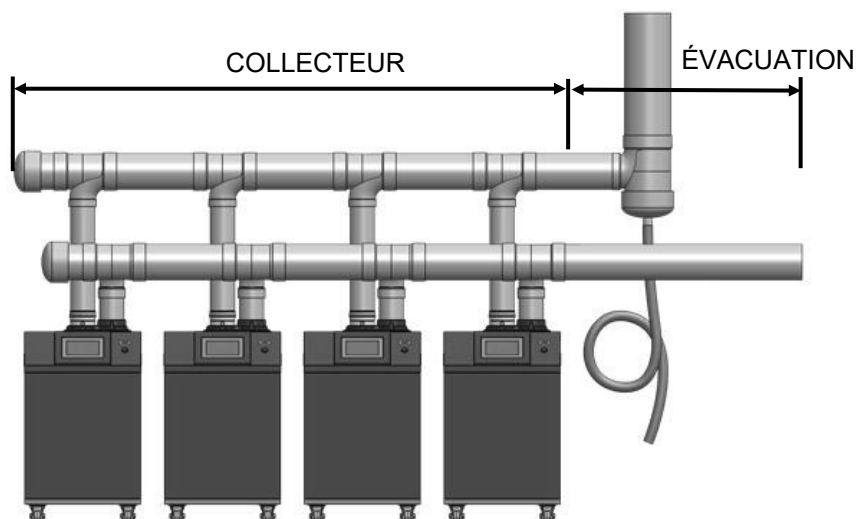

Figure 11. Collecteur, évacuation et purgeur de condensats
- Une conduite d'évacuation des condensats avec siphon doit être installée dans le circuit commun d'évacuation en PVC/CPVC entre le collecteur et la section de conduit. Le purgeur de condensats doit présenter une boucle d'une contenance de 6 po (15 cm) d'eau (figure 11).